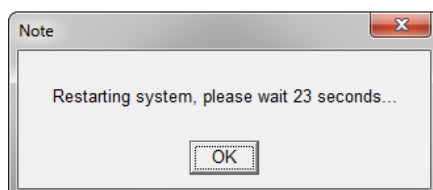

Рисунок 10
14. На экране появится диалоговое окно (рисунок 10), информирующее о перезагрузке терминала в течение 30 секунд. Можно нажать кнопку «ОК», либо по истечении 30 секунд окно будет автоматически закрыто.